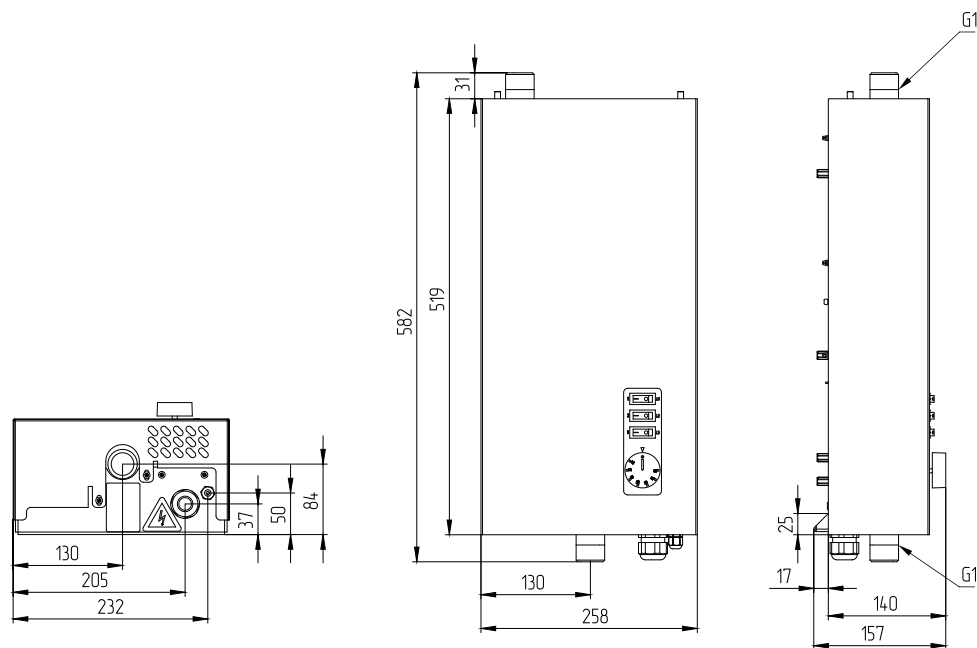
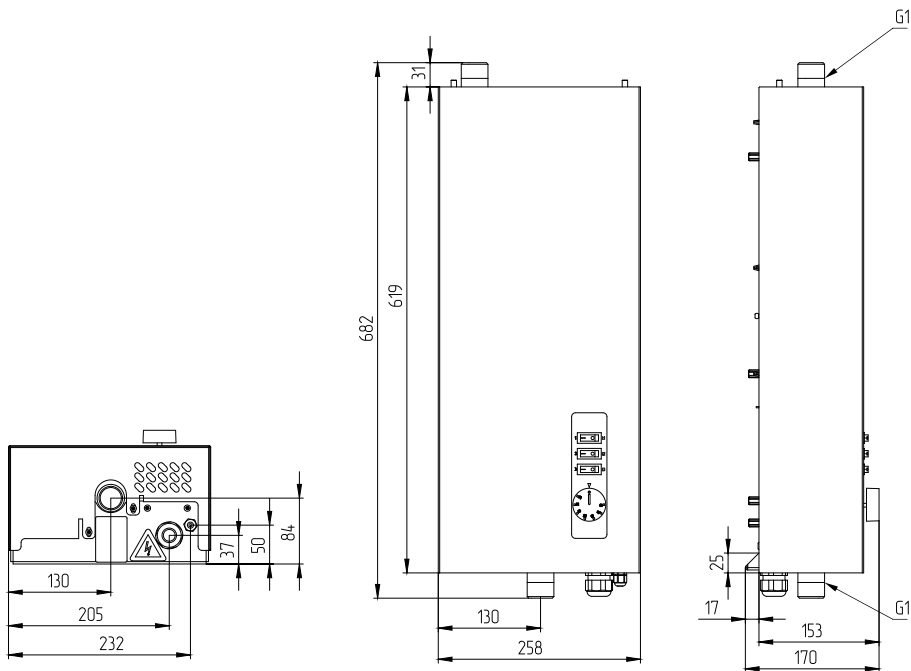
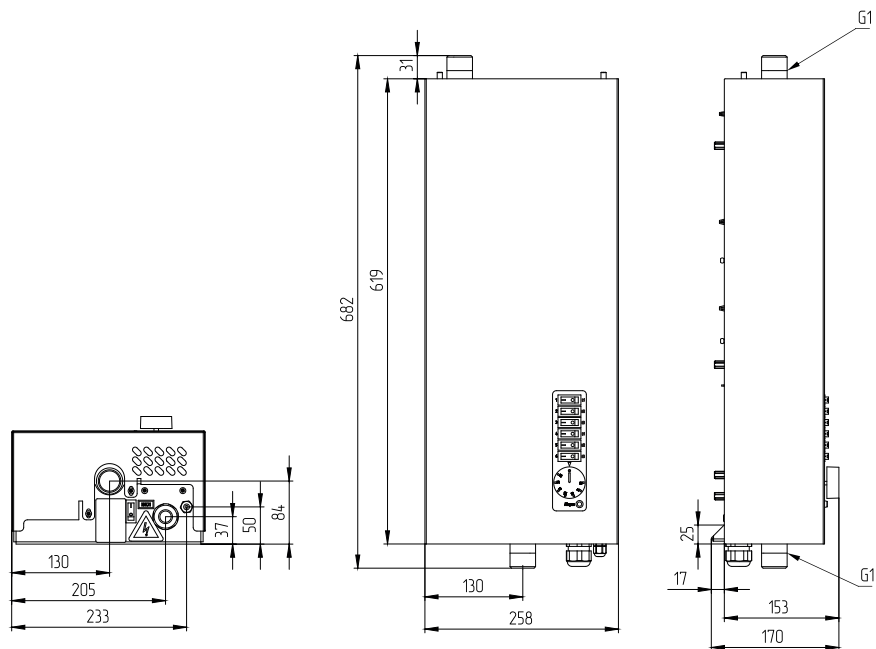
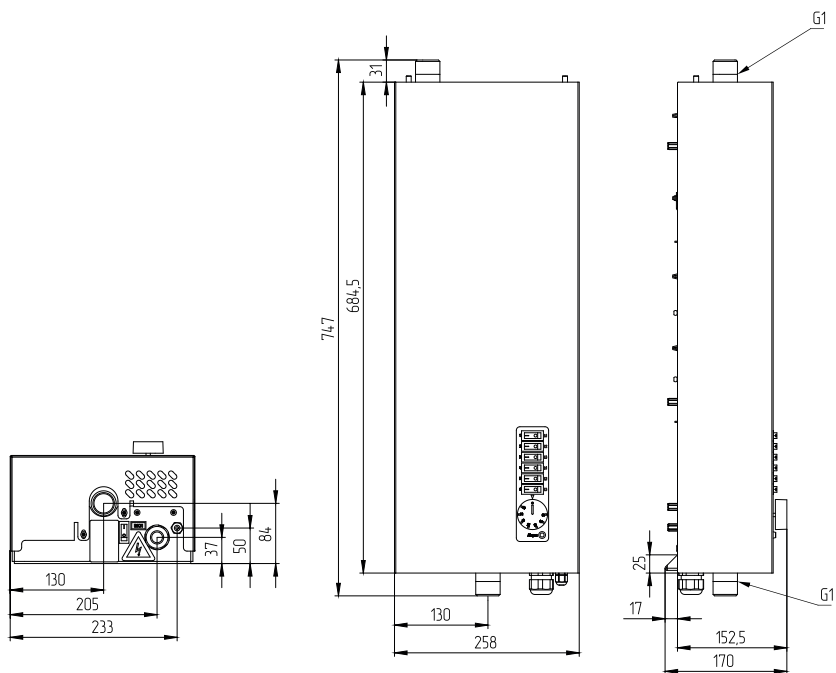

Рис.11 Габаритные размеры котлов ZOTA Balance 3 - 6 кВт
Рис.12 Габаритные размеры ZOTA Balance 7,5 - 9 кВт
Рис.13 Габаритные размеры котлов ZOTA Balance 12 - 15 кВт
Рис.15 Габаритные размеры котлов ZOTA Balance 18 - 21 кВт
- Подсоединить котел к системе отопления. Габаритные и присоединительные размеры котлов указаны на **Рис.11; Рис.12; Рис.13; Рис.14; Рис.15;**